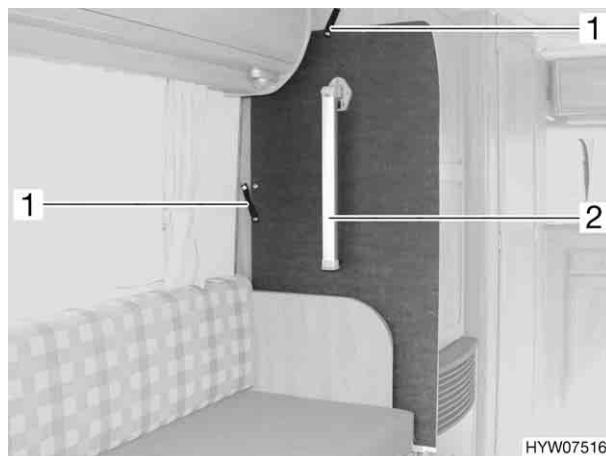

Fig. 26 Tavolo sospeso nel supporto
- Spingere il tavolo sospeso con il piede (Fig. 26,2) all'indietro nel supporto tra la dinette e l'armadio (Fig. 26).
- Fissare il tavolo sospeso con le fascette di ritegno (Fig. 26,1).